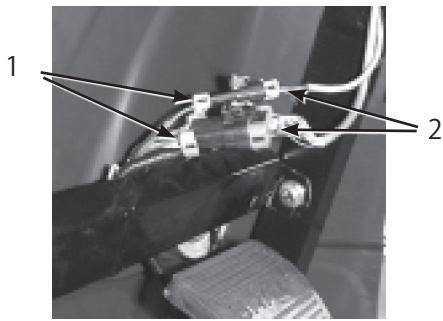

図5
7. スプレー・プロの電気コードのコネクタを、ダッシュボード下にあるコネクタに接続する(図5)。